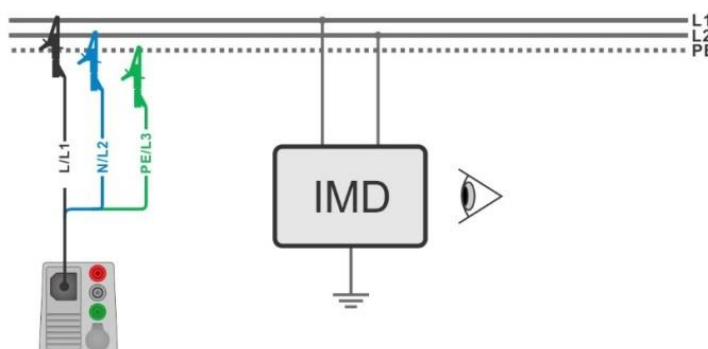

Fig. 4.116: AUTO IT måling
- › Forbind 3-leder testledninger til objektet der skal testes, se **Fig. 4.116**